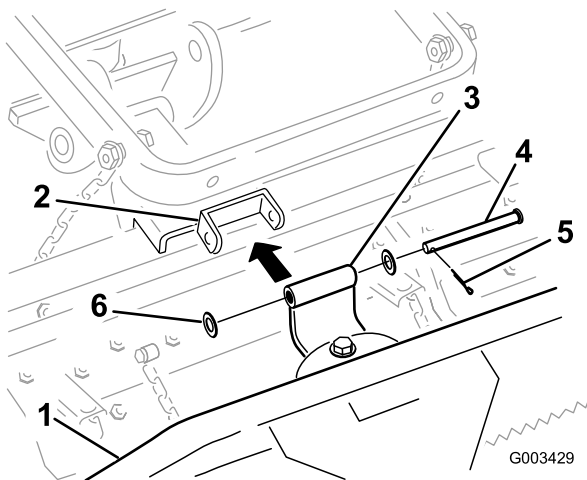

図4
2. 図4のように、ピボットブラケットをツースレーキに取り付ける。